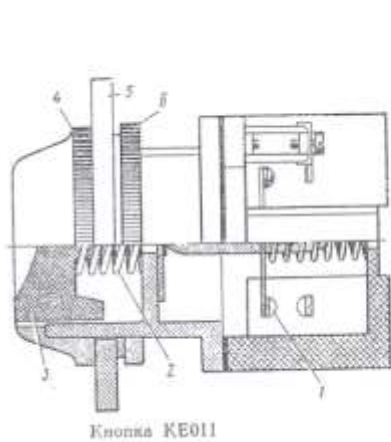

Рис. 3. Кнопка управления
- **Кнопки управления**, посредством которых управляют контакторами, могут иметь различные контакты: замыкающие, размыкающие или те и другие. Иногда применяют также кнопки с двумя замыкающими контактами. «Нормальным» считается положение кнопки при отсутствии воздействия (нажатия), рабочим – при нажатии. Из кнопочных элементов комплектуют кнопочные посты (станции). Головки пусковых кнопок не должны выступать. Этим исключается возможность случайного нажатия кнопок (Рис.3). Применяют также кнопочные посты, предназначенные для встройки в ниши и пульты.